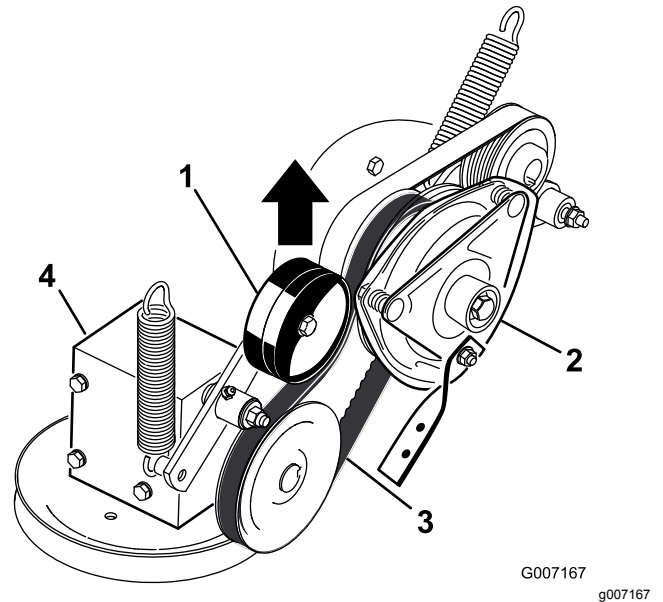

Bild 54
5. Ziehen Sie an der gefederten Spannscheibe für den Zapfwellentreibriemen und nehmen Sie den Riemen von der Kupplungsscheibe ab (**Bild 54**).
17. Ziehen Sie an der gefederten Spannscheibe für den Zapfwellentreibriemen und befestigen Sie diese an der Kupplungsscheibe (**Bild 54**).